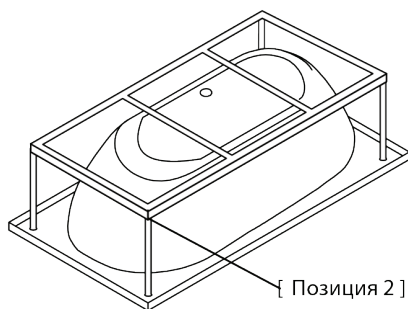

Рис. 1
1. Перевернуть ванну вверх дном, положить на мягкую подстилку. По схеме расположить раму (рис. 1) на дне ванны, обеспечив равномерный зазор.
3. Установить стойки на раму ванны (рис. 1), прикрутив стойку к раме гайкой M12